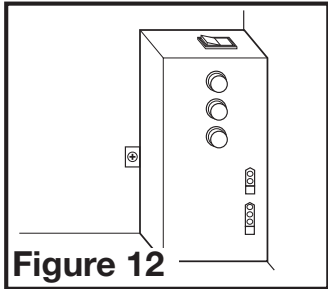

Figure 12
- 3a. **MODÈLES STANDARDS:** branchez les câbles à 2 broches du ventilateur et les câbles à 3 broches de connexion rapide du moteur dans la prise correspondante située sur le couvercle du compartiment de fil. Ces câbles ne s'adaptent que dans un sens dans les réceptacles (Figure 12).